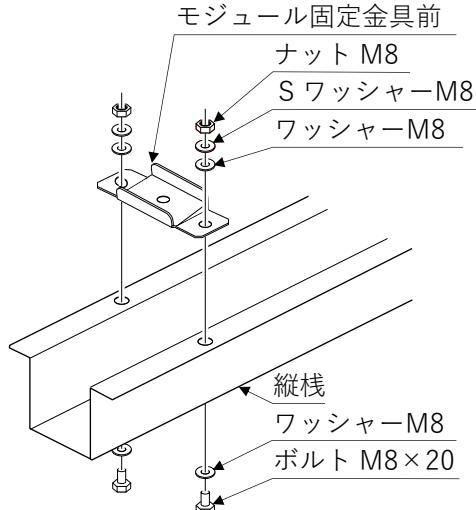
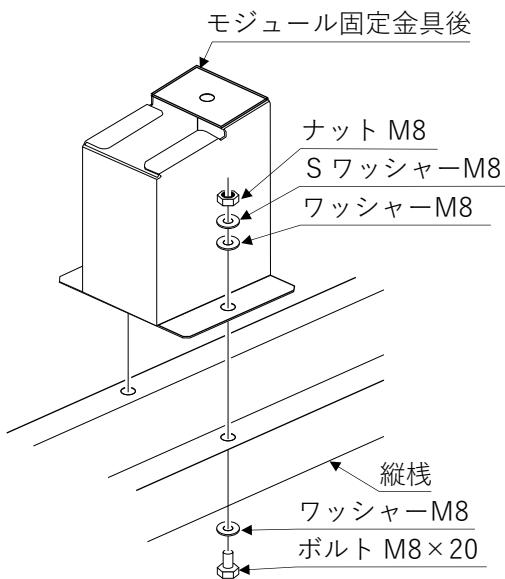

図 3-12. 折板屋根工法 金具前の固定図
図 3-13. 折板屋根工法 金具後の固定図
- ① 縦桟の軒先側にモジュール固定金具前（図 3-12）およびモジュール固定金具後（図 3-13）を 2 本のボルト M8×20 で固定してください。